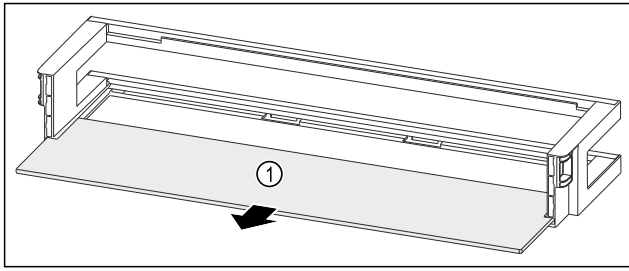

Fig. 89 Дверная полка со съемной полкой
- Извлеките съемную полку Fig. 89 (1).